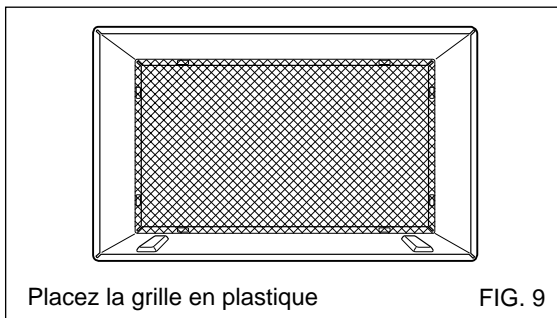

FIG. 9
- 6** Retirez le dos des blocs de support, attachez-les à l'intérieur du manchon comme montré à la FIG 9. Glissez la cloison dans des fentes de blocs de soutien